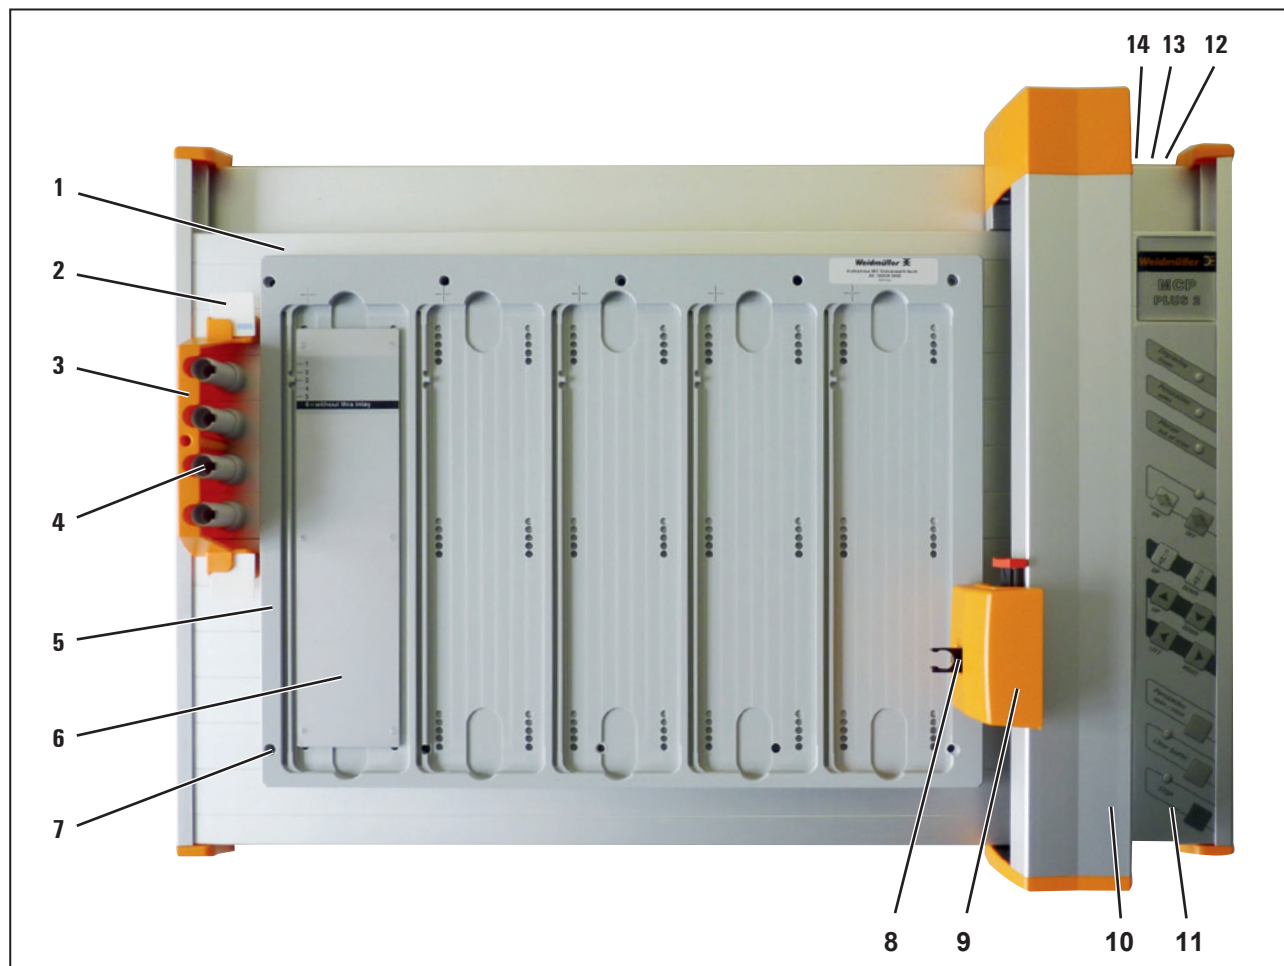

Fig. 4.1 Prezentare generală a produsului
- Conectați cablul de conexiune la rețea la plotter (Fig. 4.1, numărul 12).
- Conectați cablul USB la plotter (Fig. 4.1 numărul 14), apoi la PC.